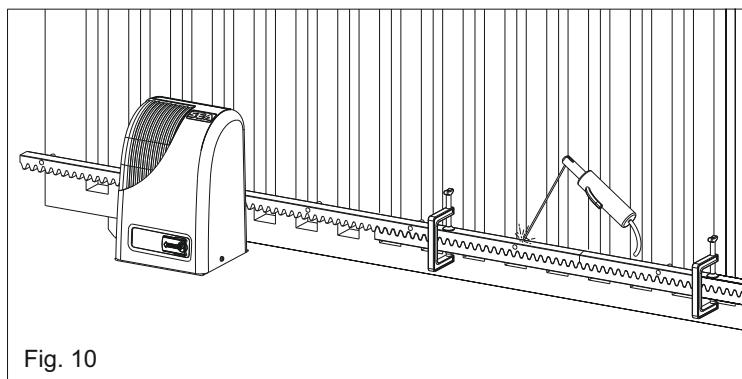

Fig. 10
**5.5.** controlar que todos los elementos de la cremallera resulten perfectamente alineados y posicionados correctamente (dentados en fase). Se aconseja contraponer entre dos elementos sucesivos un tercer elemento como se indica en la Fig. 10.